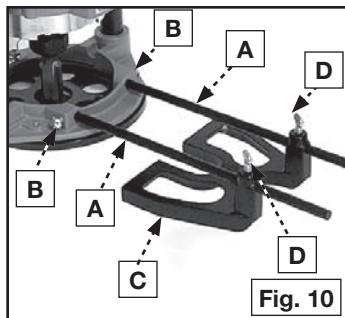

Fig. 10
Para montarla, introduzca las varillas de guía (A) en los agujeros de la base Fig. 10 y sujetelas con los tornillos (B). La guía (C) se ajusta en las varillas y se sujeta en la posición deseada con los tornillos manuales (D).